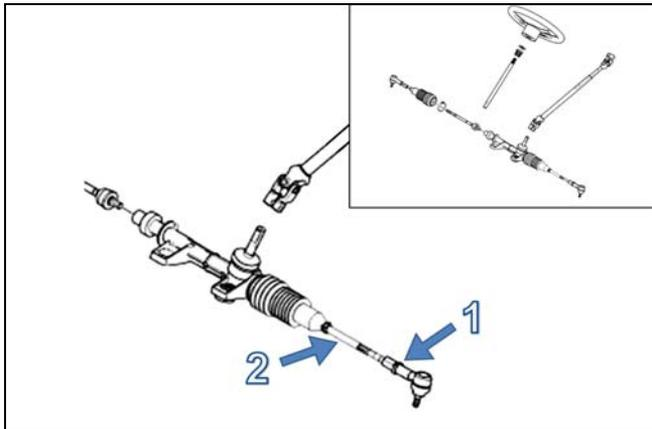

Abbildung 22
Um Justierungen am UTV vorzunehmen, lösen Sie zuerst Mutter (1) der Koppelstange (2) des Lenksystems des Fahrzeugs, schrauben Sie die Koppelstange eine gleiche Anzahl an Umdrehungen auf beiden Seiten des Fahrzeugs fest oder los. Siehe Abbildung 22.